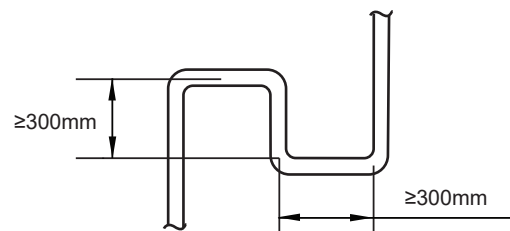

Figura 4.3
- Quando a unidade externa estiver acima da unidade interna e a diferença de nível exceder 20 m , é recomendável que um sifão de retorno de óleo seja ajustada a cada intervalo de 10 m no tubo de gás da tubulação principal. As especificações recomendadas para o sifão de retorno de óleo são como as exibidas na figura 4.3.
3. **Requisito 3:** O maior nível de diferença entre a unidade interna e a unidade externa não deve exceder 90 m (se a unidade externa estiver acima) ou 110 m (se a unidade externa estiver abaixo). Além disso: (i) se a unidade externa está acima e a diferença de nível for maior que 20 m, é recomendável que uma curva de retorno de óleo com dimensões como as especificadas na Figura 4.3 seja estabelecida a cada 10 m no tubo de gás do tubo principal; e (ii) se a unidade externa está abaixo e a diferença de nível for maior que 40 m, o tubo de líquido do tubo principal (L_1) deve ser aumentado em um tamanho.